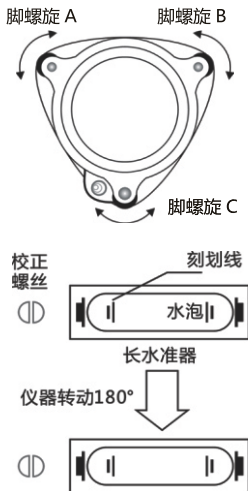

图 6
(3) 转动仪器 180° ，观察长水准器的水泡移动情况，如果水泡处于水准器中心，则无须校正；如果水泡移出允许范围，则需进行调整。（图 6）
(6) 重复 (3)、(4)、(5) 步骤，直至仪器用长水准器精确整平转动到任何位置，水泡都处于长水准器中心。(图 6)